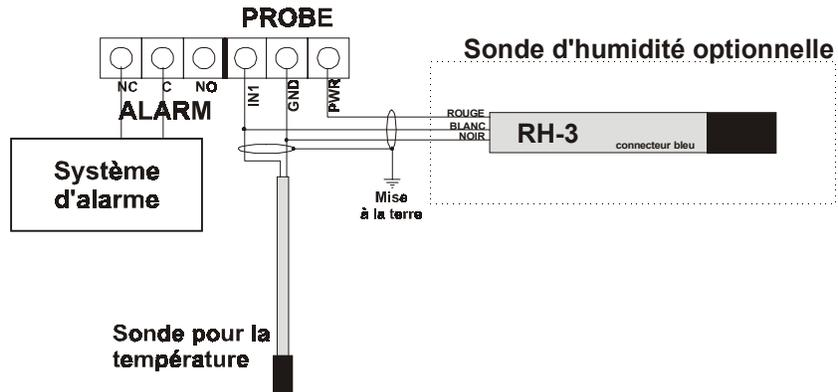
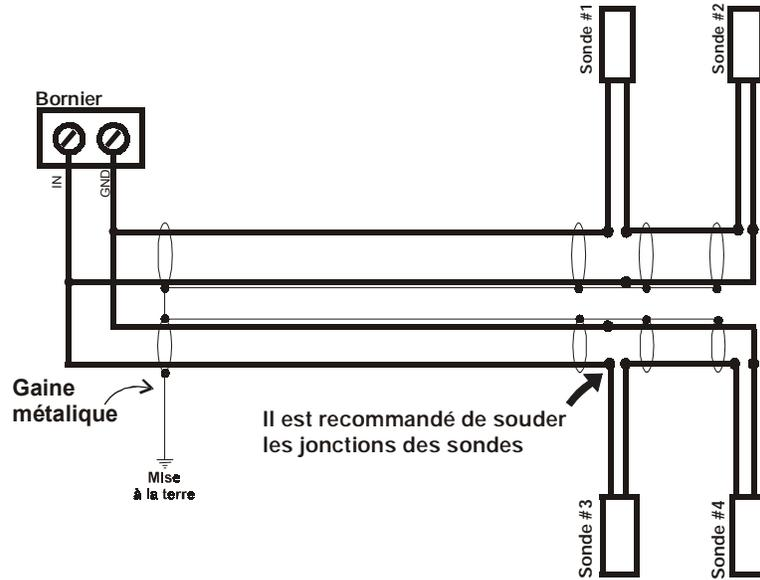

Fig. 2
Fig. 3
Les sondes pour la température utilisent un circuit bas voltage de classe 2. Les câbles (AWG#18 min) peuvent atteindre une distance allant jusqu'à 500 pieds (150 mètres). Pour les sondes plus longues que 10 pieds (3 mètres) utiliser un fil avec blindage d'aluminium (shield), le blindage doit être branché à la mise à la terre de l'alimentation. Les connexions d'une sonde pour la température sont illustrées à la figure 2 tandis que les connexions des sondes pour une moyenne de la température sont illustrées à la figure 3.
Installez la sonde pour la température dans un endroit qui reflète le plus possible la température de la pièce. Branchez les deux conducteurs de la sonde pour la température aux bornes intitulées "Probe" du circuit imprimé de la base, (voir figure 2).
Quatre sondes pour la température sont nécessaires lorsqu'une moyenne de la température est désirée pour une grande pièce. Placez les sondes dans des endroits appropriés afin d'avoir la meilleure moyenne possible de la température ambiante de la pièce (voir figure 3).
Faites les branchements normalement ouvert (NO) ou normalement fermé (NC) comme indiqués à la figure 2.